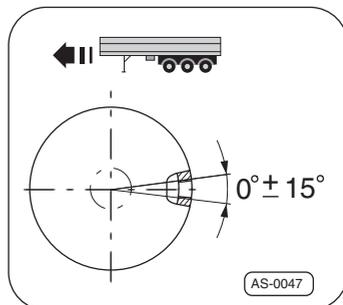

Fig. 8 · Preparar el tubo de conexión con el taladro para el codo de conexión
1. Realizar el taladro centrado entre las llantas, detrás del tubo del eje en el sentido de marcha, para el codo de conexión conforme a ⇒Fig. 8.